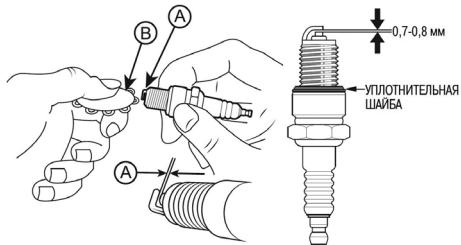

Рис. 38. Проверка межэлектродного зазора
- Измерьте зазор между электродами свечи зажигания специальным щупом. Зазор должен быть 0,7-0,8 мм (Рис. 38). При увеличении, или уменьшении требуемого зазора, рекомендуется заменить свечу, так как регулировка зазора может привести к изменению качества искрообразования.